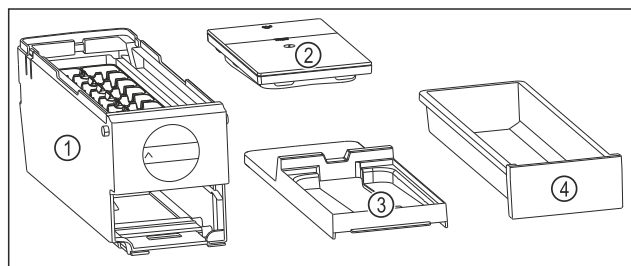

Fig. 107 Bestandteile des EasyTwist-Ice
- ▶ EasyTwist-Ice ist in vier Teile zerlegt. (siehe Fig. 107)
- ▶ EasyTwist-Ice nur in abgebildete Bestandteile zerlegen. (siehe Fig. 107)
- ▶ EasyTwist-Ice-Körper Fig. 107 (1) als Ganzes reinigen.